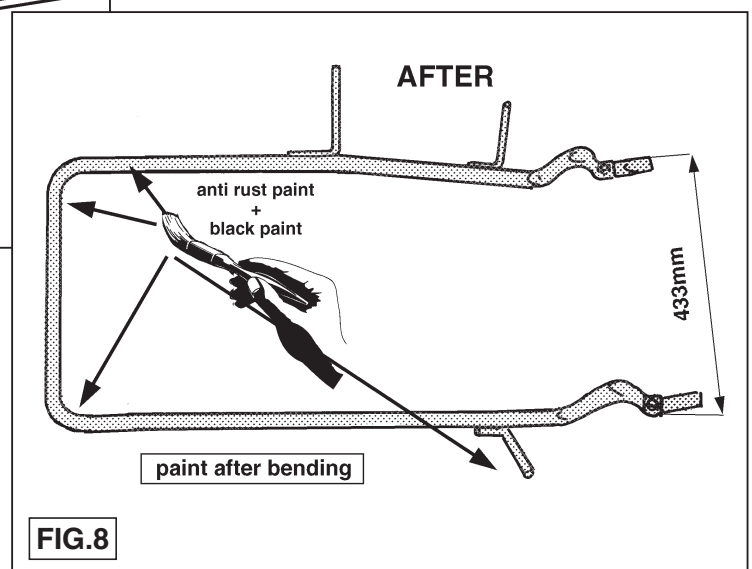
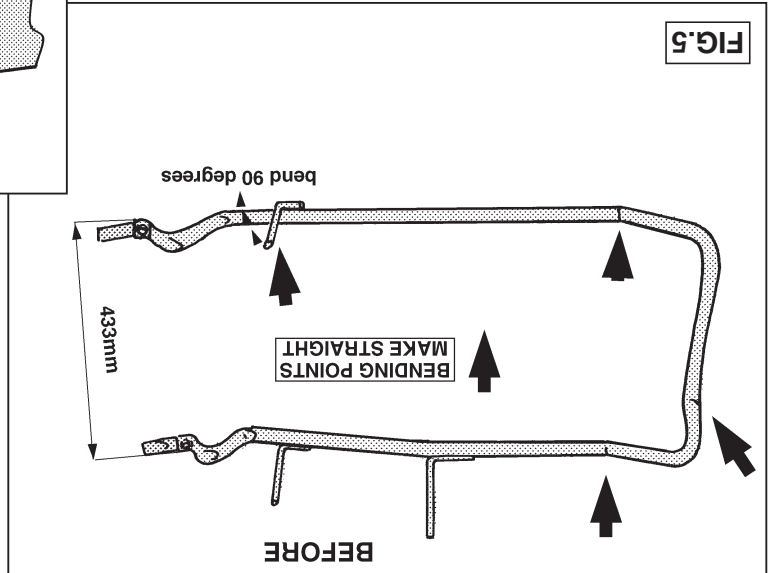

FIG.8
FIG.5
1. Verwijder het reservewiel alsmede de beide transportogen overeenkomstig fig.1 welke zich aan de linker- en rechterzijde op het chassis bevinden. Verwijder de reservewielklem afgebeeld in fig.2 en indien geplaatst, de veiligheidshouder overeenkomstig fig.3. De verwijderde bouten komen te vervallen. Verwijder de reservewiel-ophangbeugel. Maak de in fig.5 aangegeven zettingen overeenkomstig fig.5 t/m fig.8 ongedaan.
1. Remove spare wheel and the transport eyes on the left and right of the chassis, as shown in Figure 1. Remove the spare wheel clamp, shown in Figure 2, and if fitted, the safety holder as shown in Figure 3. The bolts removed will not be used again. Remove the spare wheel support bracket. Make the depressions shown in Figure 5 straight, as shown in Figures 5 to 8.
1. Gemäß Fig. 1 das Ersatzrad sowie die beiden Transportösen, die sich am linken und rechten Fahrgestell befinden, entfernen. Die in Fig. 2 abgebildete Ersatzradklemme und, wenn vorhanden, die Sicherheitshalterung gemäß Fig. 3 entfernen. Die abmontierten Schrauben werden nicht mehr benötigt. Den Ersatzrad-Aufhängungsbügel entfernen. Die in Fig. 5 angegebenen Einstellungen gemäß Fig. 5 bis Fig. 8 recht machen.
1. Retirar la roue de secours conformément à la fig.1 ainsi que les deux anneaux de transport qui se trouvent à gauche et à droite du châssis. Retirer les attaches de la roue de secours illustrées sur la fig.2; ainsi que le support de sûreté (si existant), conformément à la fig.3. Les boulons ôtés ne seront pas remis en place. Retirer le collier de suspension de la roue de secours. Défaire les fixations indiquées sur la fig.5 conformément aux fig.5 à 8.
1. Retirar la rueda de repuesto así como ambos anillos de transporte de acuerdo con la fig.1, los que se encuentran en el lado izquierdo y derecho en el chasis. Retirar la sujetadora de la rueda de repuesto ilustrada en la fig.2 y si está colocada, el soporte de seguridad de acuerdo con la fig.3. Los tornillos retirados quedan anulados. Retirar la abrazadera de suspensión de la rueda de repuesto. Anular las fijaciones indicadas en la fig.5 de acuerdo con las figuras 5 a 8.